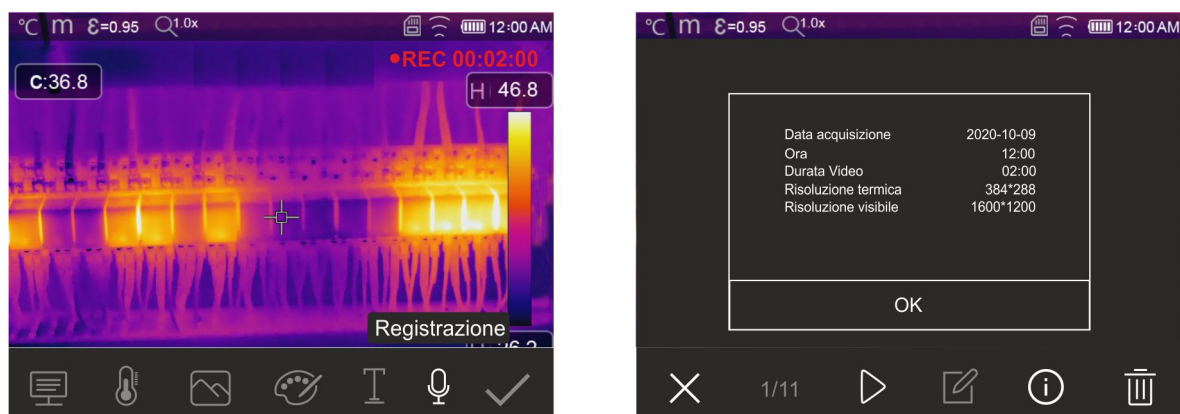

Fig. 51: Registrazione video IR
2. **Premere e tenere premuto il tasto T (Trigger) per almeno 2s.** L'indicazione “REC” e il tempo di registrazione sono mostrati nella parte alta ad indicare la registrazione in corso (vedere Fig. 51)